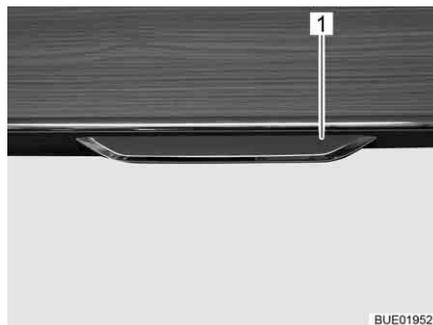

Bild 60 Möbelklappe mit Entriegelungsgriff
- Entriegelungsgriff (Bild 60,1) nach außen ziehen.